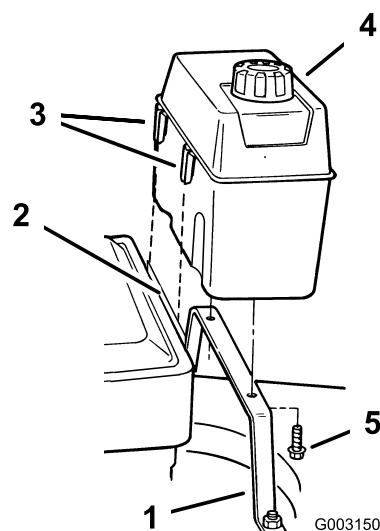

Figura 4
- Empiece a enroscar los dos tornillos autorroscantes en el fondo del depósito de combustible, luego retire los tornillos (Figura 4).
- Enganche los clips de plástico de la parte delantera del depósito de combustible en el soporte de montaje del depósito de combustible (Figura 4).
- Fije el depósito de combustible a la base del depósito con los 2 tornillos autorroscantes (Figura 4). **No apriete demasiado los tornillos.**